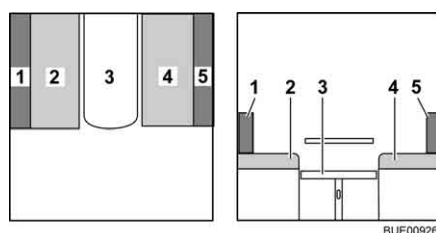

Fig. 96 Durante la trasformazione
- Rimuovere il cuscino dello schienale (Fig. 96,5) e riporlo.
- Tirare il cuscino del divano (Fig. 96,2) verso il centro.